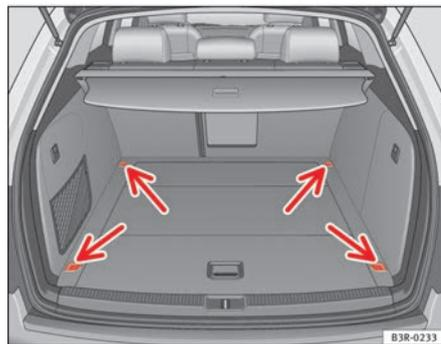

Fig. 117 Emplacements des œillets d'arrimage dans le coffre à bagages
- Arrimez les objets transportés à ces œillets ⇒ fig. 117 -flèches-.